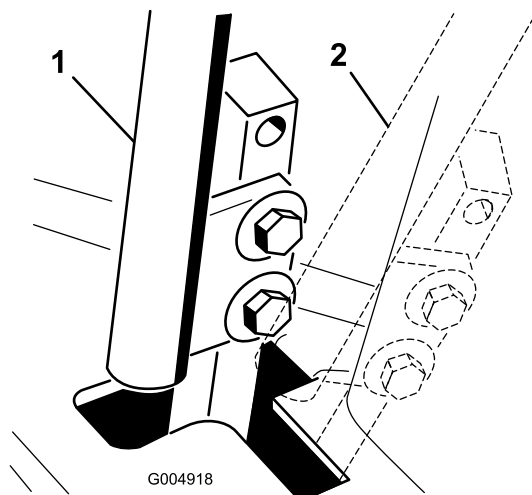

Figura 62
4. Mueva la palanca a la posición de punto muerto, pero **no a la posición de bloqueo** (Figura 62).
- Compruebe la posición de la palanca de control con relación a la muesca de la consola (Figura 62). Debe estar centrada para que la palanca pueda girar hacia fuera a la posición de bloqueo/punto muerto.